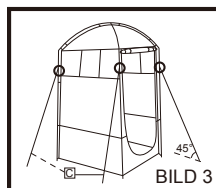

BILD 3
6. Knyt fast ena änden av tältlinorna <C> i de fyra hörningarna på yttertältet <A>. (BILD 3)
7. Knyt fast den andra änden av linan i tältpinnarna <D> och fäst tältpinnarna genom att sticka ner dem <D> i marken. (BILD 3)